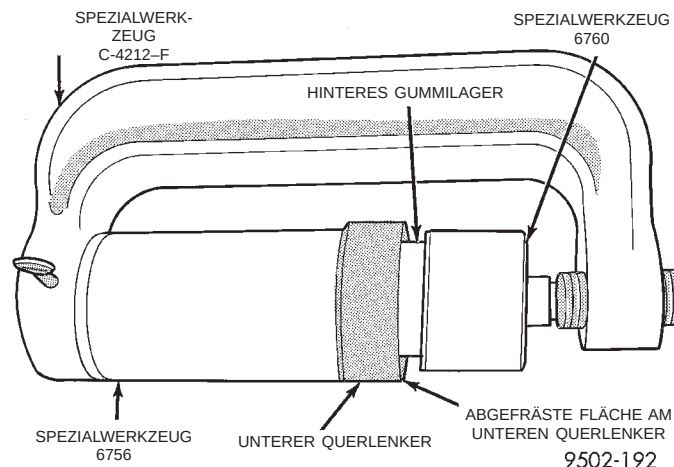

Abb. 103 Hinteres Gummilager in unteren Querlenker einbauen
(2) Spezialwerkzeug 6760 auf der Schraube des Aus-/Einbauwerkzeugs C-4212-F montieren (Abb. 103).
(3) Querlenker an den für den Einbau des Gummilagereinsatzes zusammengesetzten Spezialwerkzeugen montieren. Sicherstellen, daß der Querlenker
rechtwinklig am Spezialwerkzeug 6756 anliegt und daß Spezialwerkzeug 6760 richtig am Gummilager sitzt (Abb. 103).
(4) Die Schraube des Aus-/Einbauwerkzeugs C-4212-F anziehen, so daß das Gummilager in den Querlenker gepreßt wird. Die Schraube so weit drehen, bis das Gummilager bündig an der abgefrästen Fläche des Querlenkers (Abb. 103) anliegt. Dadurch wird das Gummilager korrekt in der Bohrung des Querlenkers positioniert.
(5) Querlenker in Fahrzeug einbauen. Dazu die entsprechende Anleitung in diesem Kapitel befolgen.